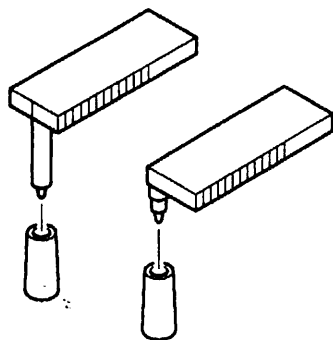

図2-1.
- ① 前面ダストカバーを開き、前に倒します。
- ② 記録紙送り操作部PEN-LIFTをUPします。
- ③ ペンキャップを外しキャップホルダーにさし込みます。(図2-1参照)